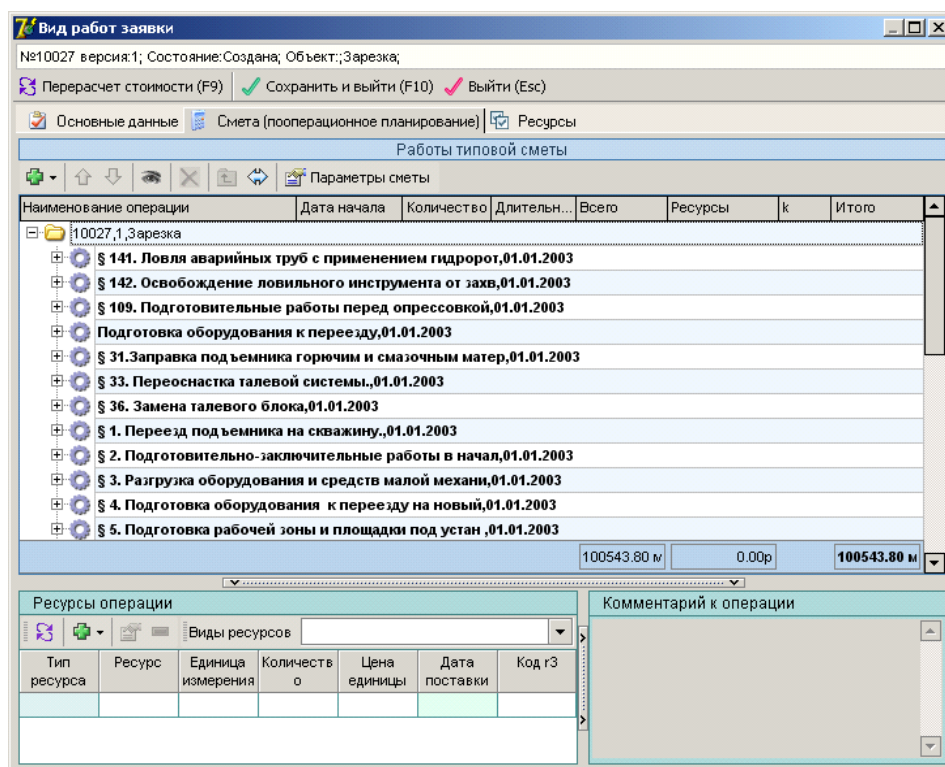

Рисунок 1.29.
После добавления видов работ или типовой сметы раздел «Смета (пооперационное планирование)» примет следующий вид (рис.1.29):
В средней части окна (рис.1.29{1}) представлен список добавленных видов работ, ниже отображается итоговая длительность или стоимость сметы (рис.1.29{2}).
- **перемещения вида работы вверх или вниз:** для того, чтобы выстроить список работ в том порядке, в каком они должны быть выполнены, выделите требуемый вид работ и нажмите соответственно на кнопки  или  функциональной панели (рис.1.29).
- **удаление вида работы:** если Вы хотите исключить вид работ, выделите требуемый вид работ и нажмите на кнопку  функциональной панели (рис.1.29).
- **просмотр информации по виду работ:** установите курсор на вид работы и нажмите на кнопку  (рис. 1.29). В результате откроется окно (рис.1.30).